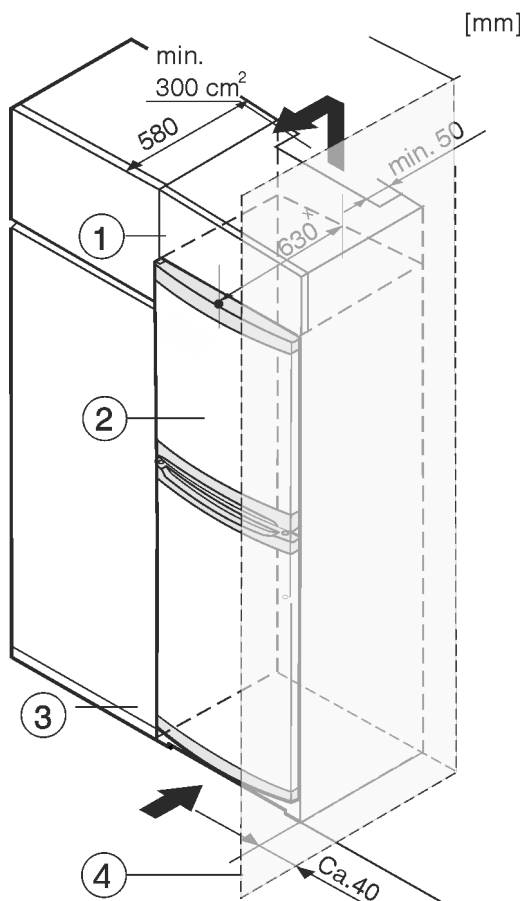

Fig. 8
Okoli naprave lahko vgradite kuhinjske omare. Za poravnavo naprave *Fig. 8 (2)* s kuhinjskimi elementi lahko nad napravo postavite ustrezno nadgradno omarico *Fig. 8 (1)*.
Pri vgradnji aparata v kuhinjske omare (globina maks. 580 mm) lahko aparat postavite neposredno ob kuhinjsko omaro *Fig. 8 (3)*. Aparat je ob strani postavljen 34 mm \* in na sredini aparata 50 mm \* od čelne stranice kuhinjske omare.
Če aparat postavite s tečaji ob steni *Fig. 8 (4)*, mora razdalja med aparatom in steno znašati vsaj 40 mm. To ustreza velikosti ročaja pri odprtih vratih.